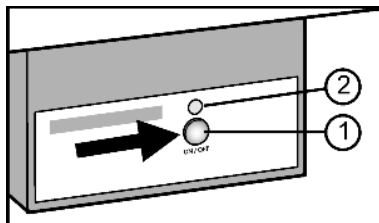

Fig. 12
- ▶ Appuyer sur la touche On/Off Fig. 12 (1) afin que la DEL Fig. 12 (2) s'allume.